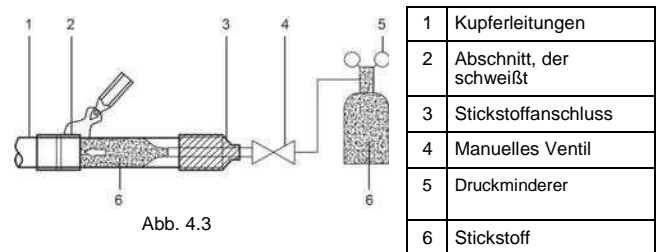

Abb. 4.3
- ♦ Wenn die Rohrleitung während des Schweißens mit Stickstoff gefüllt wird, sollte der Stickstoff mit dem Druckbegrenzungsventil auf 0,02 MPa reduziert werden. Siehe Abb. 4.3